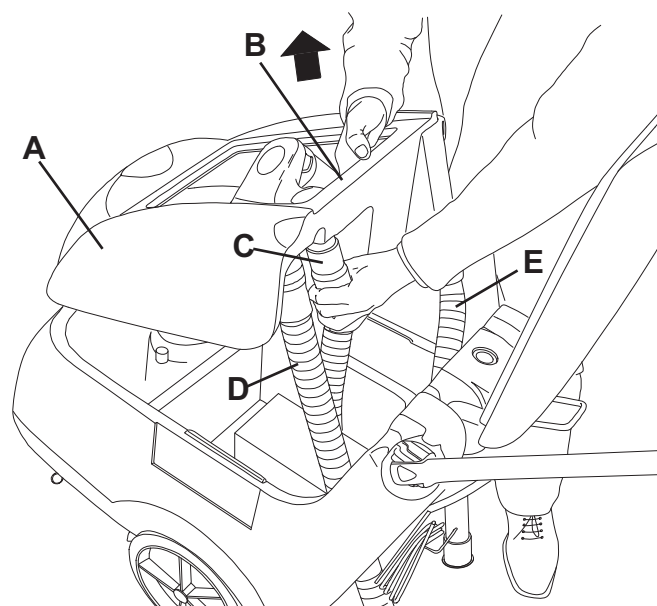

Figure 2
4. Déconnecter le tuyau d'aspiration (22) de l'embouchure (11).
5. Déconnecter le tuyau de vidange de l'eau de récupération (16) du support (17).
6. Ouvrir le couvercle (6).
7. Saisir le réservoir de l'eau de récupération (A, Fig. 2) dans la zone (B) et le soulever légèrement.
8. Déconnecter le tuyau d'aspiration (C) du réservoir, puis déposer le réservoir (A) avec les tuyaux (D) et (E).
9. Installer les batteries dans la machine selon le schéma (28).
10. Remonter le réservoir (A, Fig. 2) en exécutant les étapes de 6 à 10 dans l'ordre inverse.